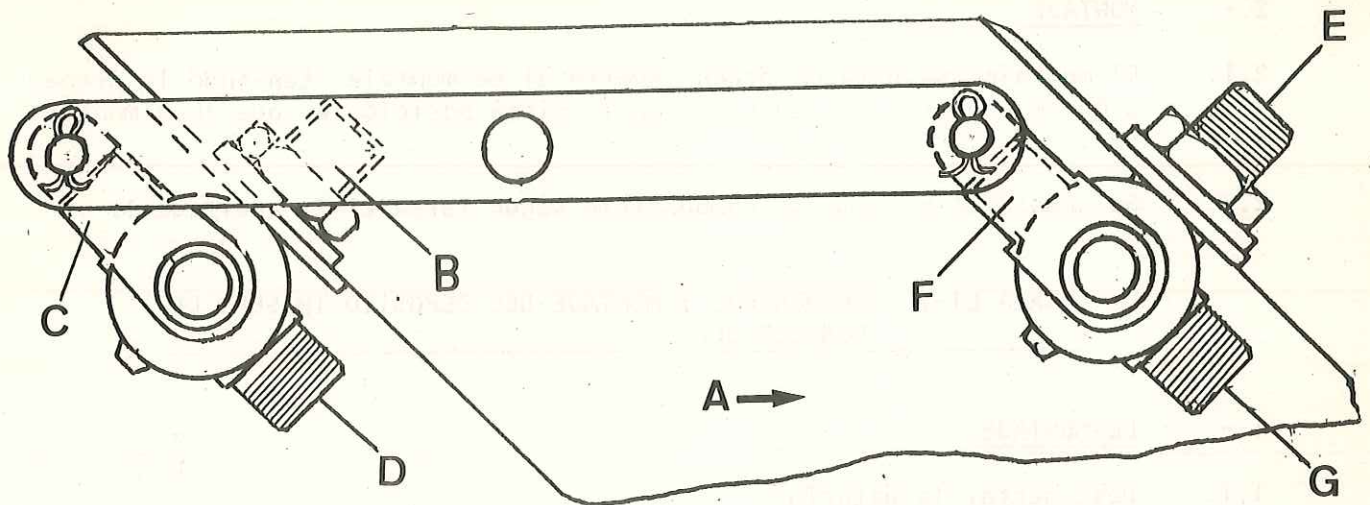

Fig. L1-18 Conexiones de tuberías de alimentación y retorno en válvulas para cambio de depósitos
- 1.5. Identificar las tuberías que van conectadas a las válvulas, antes de - proceder a su desconexión, según Fig. L1-18.